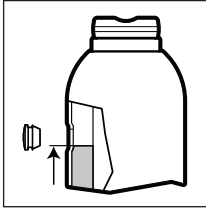
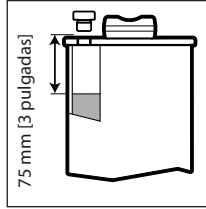

Fig. 5 - Nivel de aceite, excepto GBJ100
Fig. 6 - Nivel de aceite, sólo GBJ100
3. Todos los modelos excepto GBJ100: Llene el depósito hasta que el nivel de aceite llegue al borde inferior del orificio de llenado de aceite. Véase la Fig. 5.
4. Sólo modelo GBJ100: Llene el depósito hasta que el nivel de aceite llegue a 75 mm [3 pulgadas] por debajo del orificio de llenado. Véase la Fig. 6.
NO LLENE EN EXCESO. Con el émbolo de empuje totalmente replegado y el gato en posición vertical, el nivel de aceite no debería ser mayor al mostrado en la Fig. 5 o Fig. 6 (según el modelo de gato).